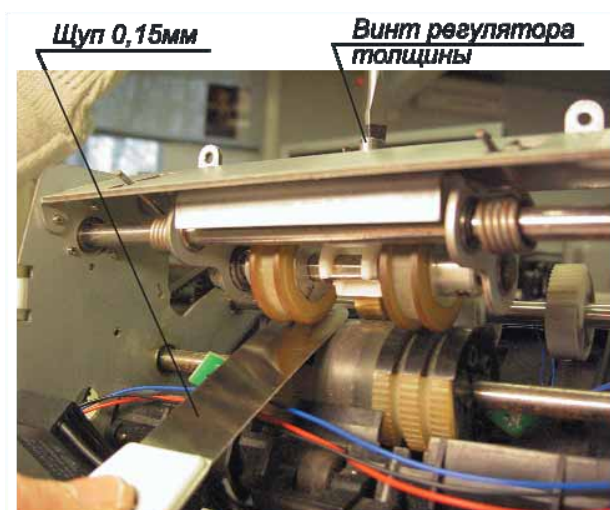

Рис. 16
11. Вращением винта регулятора толщины по часовой стрелке и перемещая шуп 0,15мм между левыми и правыми роликами сепаратора и фидера, достичь зазора между роликами 0,15мм (рис. 16 и 17). В конечном положении шуп 0,15мм должен проходить между роликами с легким защемлением.